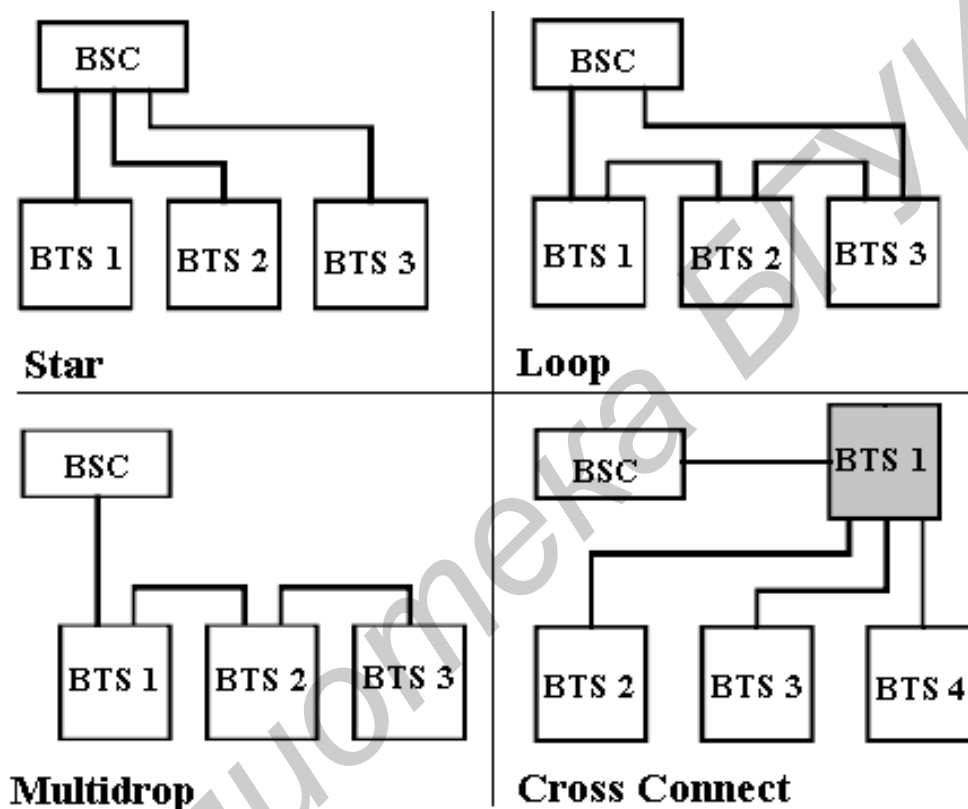

Рис. 3. Варианты соединения станций BS-82 II с контроллером BSC по интерфейсу Abis (при соединении Cross Connect BTS1 должна быть другого типа)
- два Abis порта с возможностью соединения станций по схемам star, loop и multidrop и cross connect, как показано на рис. 3;
- поддерживает моды речевого кодирования Enhanced fullrate (EFR), fullrate (FR) и halfrate (HR);